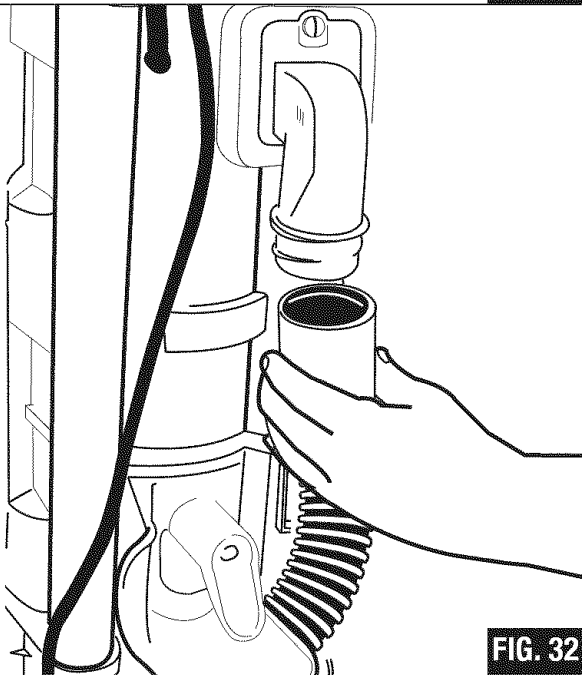

FIG. 32
- Step 4:** Twist the hose from the coupling elbow on the back of cleaner. Check for blockages at cleaner opening and in hose (FIG. 32). If a blockage is found, clear the blockage. The screw attaching the clear hose adapter can be removed for better access to a blockage.
**Étape 4 :** Retirer le tuyau du coude d'accouplement situé à l'arrière de l'aspirateur. Vérifier pour les obstructions à l'ouverture de l'aspirateur et dans le tuyau (FIG. 32). Si une obstruction est trouvée, enlevez-la. La vis attachant l'adaptateur à poussière du tuyau peut être enlevée pour un meilleur accès à l'endroit obstrué.
**Paso 4:** Haga girar levemente la manguera quitándola del codo acople en la parte trasera de la aspiradora. Revise para ver si hay obstrucciones en la entrada a la aspiradora o en la manguera (FIG. 32). Si encuentra alguna obstrucción, quítela. El tornillo que fija el adaptador transparente de la manguera puede ser quitado para facilitar el acceso a la obstrucción.